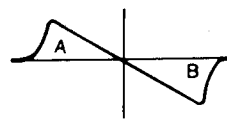

Fig. 7
**Note 2:** Generate the S-curve and adjust so that the A and B are symmetrical and linear as shown in Fig. 7.
**Remarque 2:** Générez la courbe en S et réglez de façon que les A et B soient symétrique et linéaires comme le montre la Fig. 7.